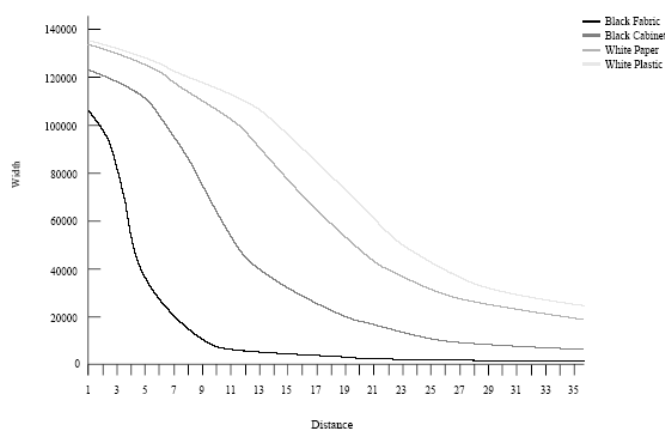

Figura 2.11: Grafico energia / distanza ad angolazione 0: materiale bianco / nero, materiale opaco / lucido.
**colore e caratteristiche superficiali** : il colore dell'oggetto, o più precisamente il coefficiente di riflessione nello spettro infrarosso, influenza la precisione della misurazione, così come le caratteristiche superficiali dell'oggetto: superfici lucide evidenziano un picco energetico per angoli vicini alla normale dell'asse del ricevitore15. Materiali come cemento o tessuto assorbono molta più energia radiante. Il grafico di figura 2.11 mostra l'energia misurata a 0 gradi (superficie dell'oggetto normale all'asse del sensore), per una superficie nera lucida, per un foglio nero opaco, per una tavola bianca lucida, e per un comune foglio di carta bianca. Alcuni materiali riflettono in modo differente lo spettro della luce visibile e infrarossa. Oggetti che assorbono luce visibile16 non necessariamente assorbono luce infrarossa e